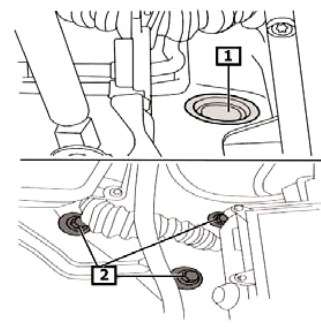

Fig. 3:
- **Fig. 3** Plastikkappe (1) abnehmen.
- Obere Federbeinbefestigungsschrauben (2) entfernen,
- **Fig. 3** Remove plastic cap (1).
- Hold suspension strut securely and undo upper suspension strut fastening screws (2).
- **Fig. 3** Enlever le capuchon en plastique (1).
- Enlever la vis de fixation de la jambe de force (2), bloquer la jambe de force complètement avec le support de palier et enlever les guides d'essieu.
- **Fig. 3** Retirar la caperuza de plástico (1).
- Retirar los tornillos de sujeción superiores del amortiguador (2).